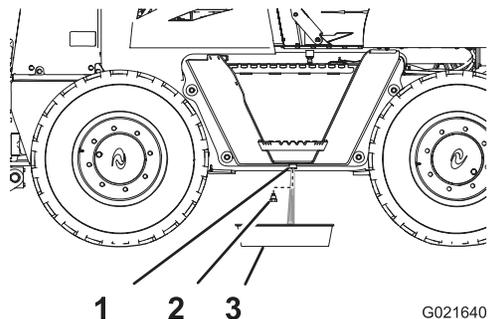

Figura 53
2. Desaparafuse o bujão de drenagem do tanque de combustível e drene a água (Figura 53).
3. Quando o combustível sair limpo, instale o bujão de drenagem, apertando-o com firmeza (Figura 53).